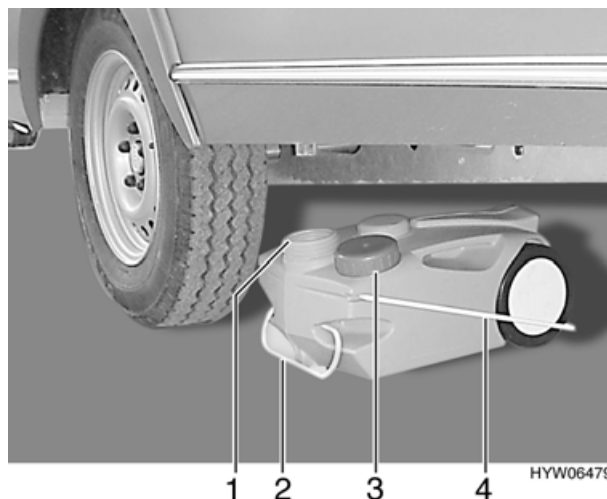

Fig. 94 Serbatoio delle acque grigie, mobile
- Chiudere l'apertura del serbatoio delle acque grigie (Fig. 94,1) con il coperchio (Fig. 94,3).
- Estrarre il serbatoio delle acque grigie tramite la maniglia (Fig. 94,2).
- Sollevare verso l'alto la maniglia da asporto (Fig. 94,4) e posizionare verticalmente il serbatoio delle acque grigie.